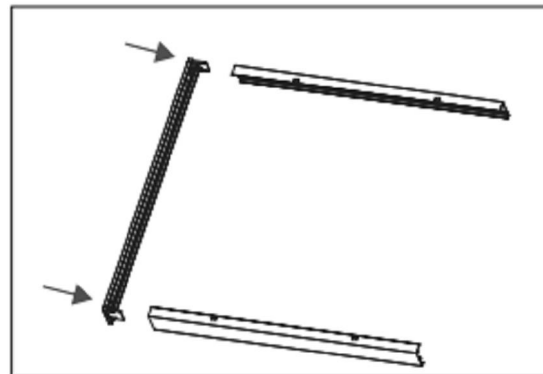

Рисунок 7 - Схема поверхностного монтажа светильника
5.7.2 С помощью уголков соберите 3 части рамы (см. рис. 7).